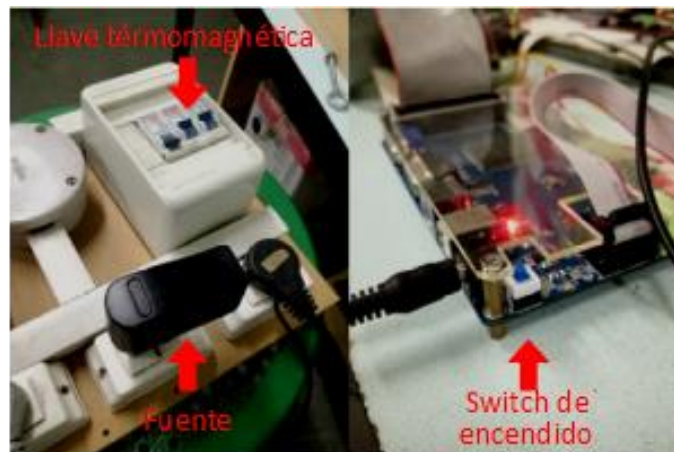

Figura 9: Modo físico de conexión (izquierda) y encendido de la FPGA (derecha)
- 1) Energizar la FPGA conectándola al enchufe y presionando el botón de encendido. (Figura 9).